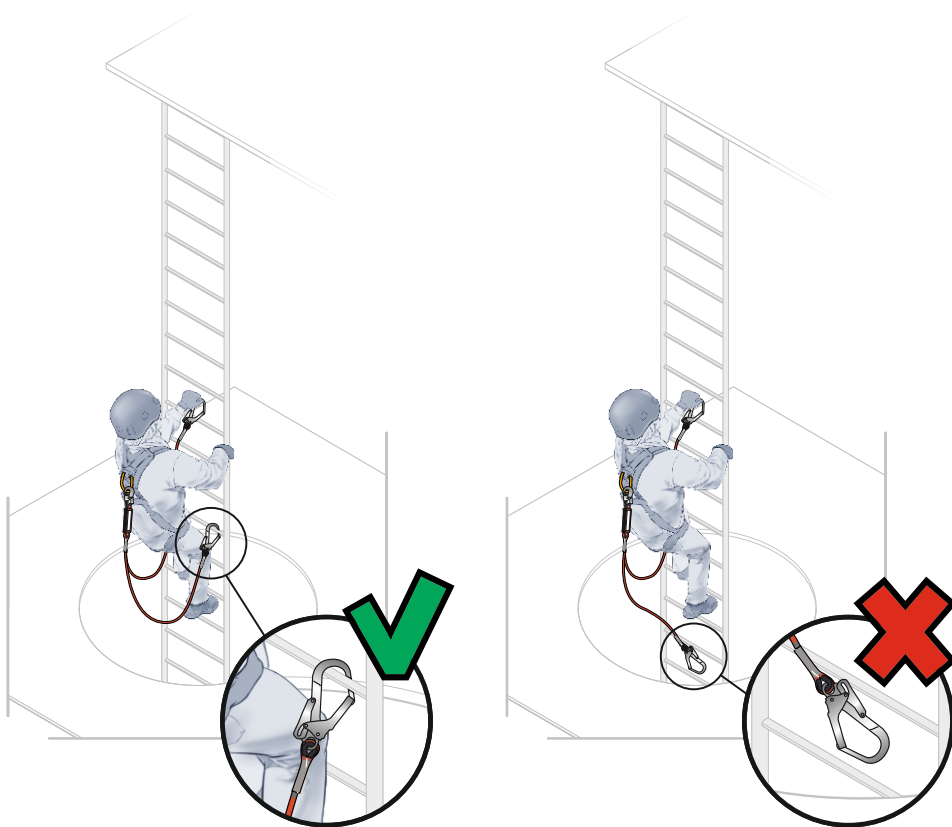

Рис. 13 Соединение двухплечевого стропы с амортизатором с анкерной конструкцией по принципу непрерывной страховки.
4. Соединить стропы с противоположной стороны от амортизатора с анкерной точкой/линией/опорой. При работе один из стропов ВСЕГДА должен быть соединен с анкерной точкой/анкерной линией/опорой (принцип непрерывной страховки) (рис. 13).